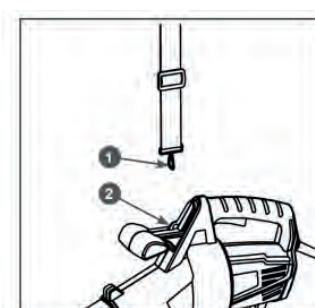

Рис. 7 Крепление подвесного ремня
- Застегните карабин 1 подвесного ремня за отверстие 2 в корпусе вентилятора (Рис. 7)